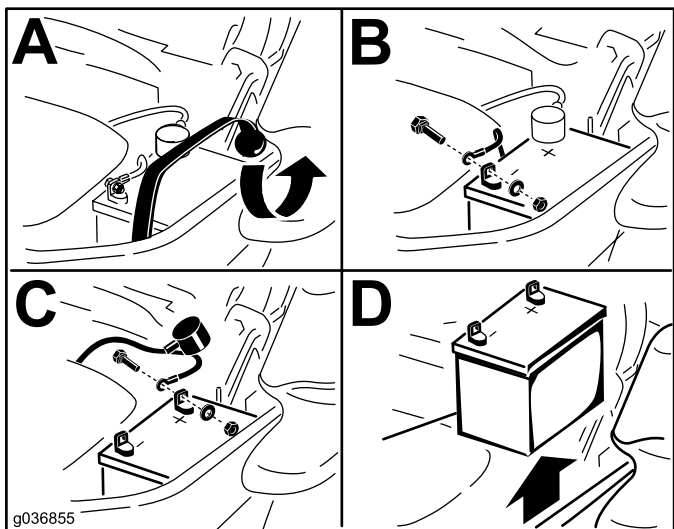

Figure 65
3. Retirez la batterie, comme montré à la Figure 65.
1. Placez la batterie dans son support en tournant les bornes à l'opposé du réservoir hydraulique (Figure 65).
4. Fixez les câbles avec 2 boulons, 2 rondelles et 2 contre-écrous (Figure 65).
6. Fixez la batterie en place à l'aide de la sangle en caoutchouc (Figure 65).